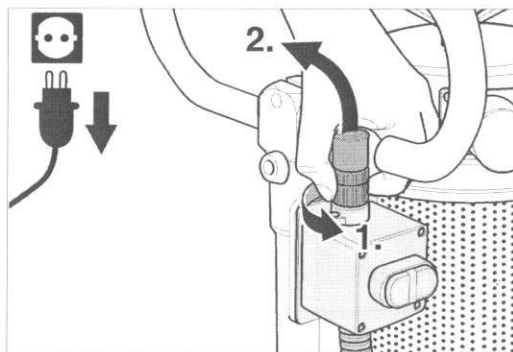

Fig. 24 Défaites la bague filetée et dégagez la fiche de câble.
- 2 Desserrez la fiche du détecteur de commutation de pression sur l'interrupteur Marche/Arrêt en dévissant la bague filetée et défaites la fiche de câble (fig. 24).